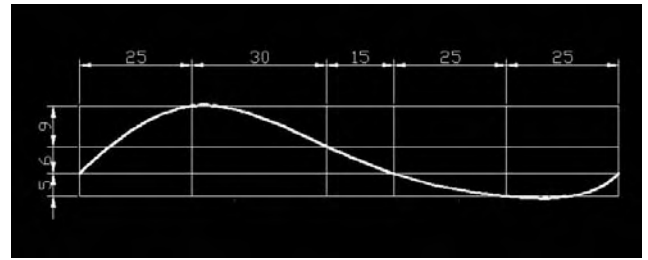

Fig.4.26
- 1 Pour créer le manche du rasoir nous allons utiliser la fonction Lissage (Loft). Le chemin est une spline et les coupes des cercles et des ellipses. Pour démarrer, tracez une grille pour définir les points de passage de la spline. Il suffit pour cela de tracer une ligne horizontale et une ligne verticale et d'effectuer les copies par la fonction Décaler (Offset). Les dimensions sont renseignées à la figure 4.26.
- 2 Tracez la spline comme indiquée à la figure 4.26. Les tangentes de départ et de fin font un angle de  $45^\circ$  avec l'horizontal.